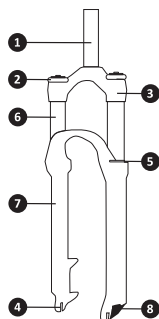

Рис. 27: Конструкция велосипедной амортизационной вилки
- 3 | Осторожно сойдите с велосипеда без раскачки или дополнительного сжатия подвески. Замерьте расстояние между хомутом и пыльником – это и будет усадка. Для уменьшения величины усадки необходимо увеличить предварительную нагрузку поворотом регулятора (рис. 27, поз. 2) по часовой стрелке (для воздушных илок – увеличением давления в воздушной камере), а для увеличения – поворотом против часовой стрелки (для воздушных вилок – снижением давления).